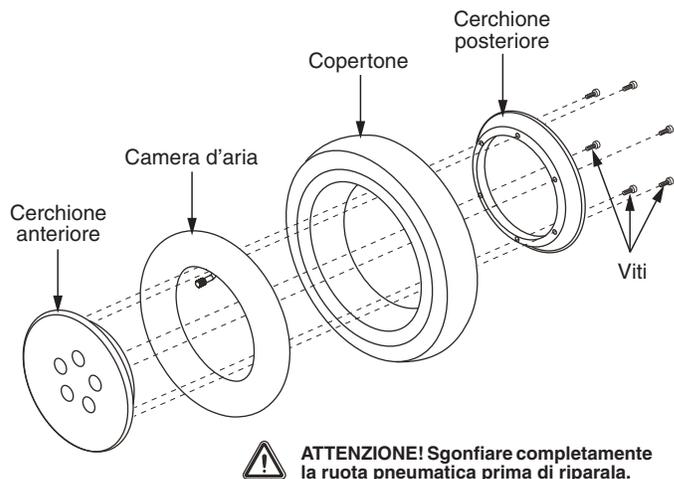

Figura 16. Ruota motrice smontata della Quantum 4Front
6. Rimuovere le viti che fissano i cerchi. **Vedere figura 16.**
10. Reinstallare i cinque (5) dadi dall'interno del mozzo e stringere.